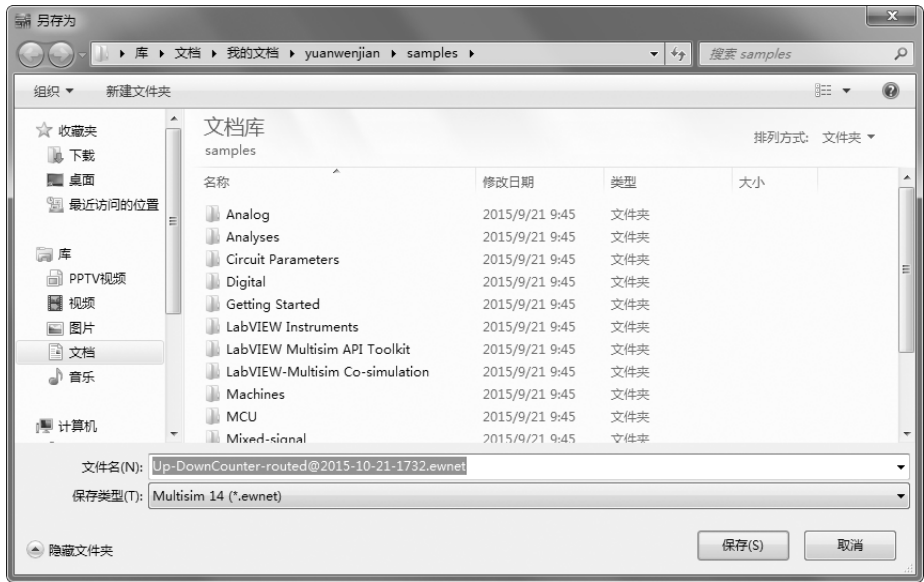

图 12-23 “另存为”对话框
1) 选择菜单栏中的“转移”→“反向标注到 Multisim”→“反向标注到 Multisim 14.0”命令，弹出“另存为”对话框，如图 12-23 所示，保存“*.ewnet”网络表文件，在该文件中，包含更改后的 PCB 零件信息。